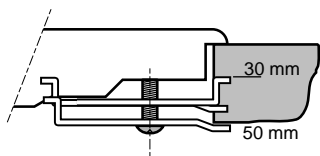

fig. 7
- Encastrer la table de cuisson et visser les étriers de fixation (voir fig. 7).